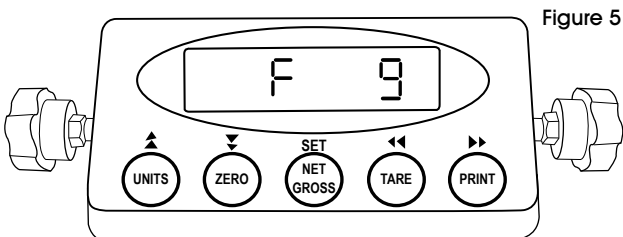

Figure 5
- Appuyez sur PRINT (IMPRIMER) ou TARE et faites défiler jusqu'à F9. Appuyez sur ZERO (ZÉRO). (Voir Figure 5)